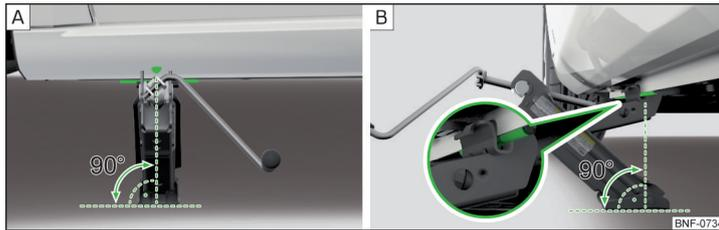

Abb. 153 Wagenheber ansetzen
- Die Grundplatte des Wagenhebers mit der gesamten Fläche auf einem geraden Untergrund stellen, sodass sich der Heber in senkrechter Position zum Aufnahmesteg befindet » **Abb. 153 - A**.
- Den Wagenheber mit der Kurbel so weit hoch drehen, bis die Klaue des Hebers den Steg umfasst » **Abb. 153 - B**.